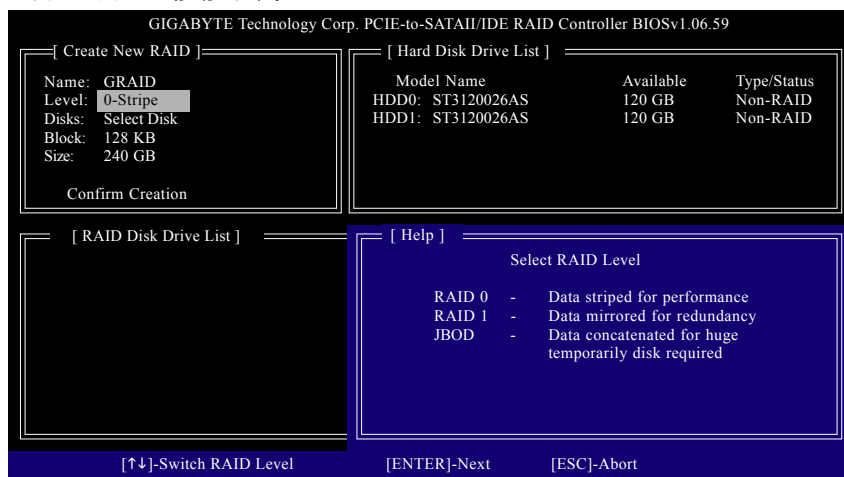

図 5
Create New RAID ブロックでは、アレイの作成に設定する必要があるアイテムがすべて表示されます (図 5)。
2. **RAID モードの選択:** **Level** アイテムの下で、上または下矢印キーを使用して RAID 0 (ストライプ)、RAID 1 (ミラー)、または JBOD を選択します (図 5)。次に、<Enter> を押して次のステップに移動します。